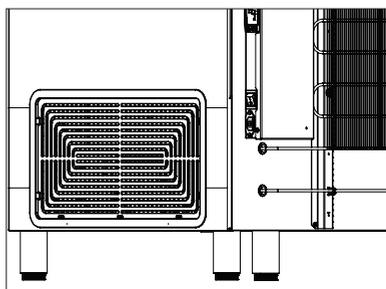

fig. 10
**REMARQUE : L'accès à la grille de ventilation doit être libre.** (fig. 10).